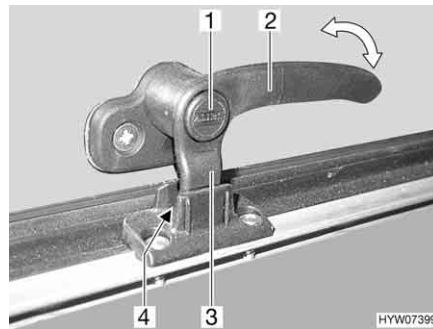
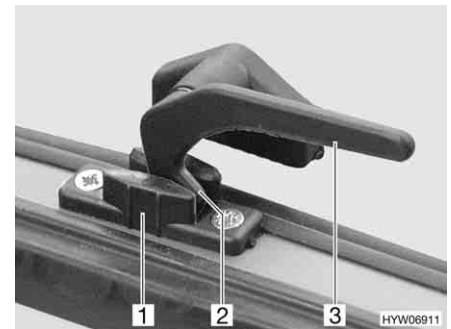

Fig. 105 Levier de verrouillage avec bouton de sécurité en position "Aération permanente"
Fig. 106 Levier de verrouillage en position "Aération permanente"
- En position "Aération permanente" (Fig. 105 et Fig. 106)
- S'il existe, appuyer sur le bouton de sécurité (Fig. 105,1) et le maintenir enfoncé.
- Tourner le levier de verrouillage (Fig. 105,2 ou Fig. 106,3) d'un quart de tour vers le centre de la fenêtre.
- Remettre le levier de verrouillage en position initiale. Le tenon de verrouillage (Fig. 105,3 ou Fig. 106,2) du levier de verrouillage doit pénétrer alors dans le logement prévu à cet effet dans le verrouillage de fenêtre (Fig. 105,4 ou Fig. 106,1).
- Relâcher le bouton de sécurité (Fig. 105,1) s'il y en a un.